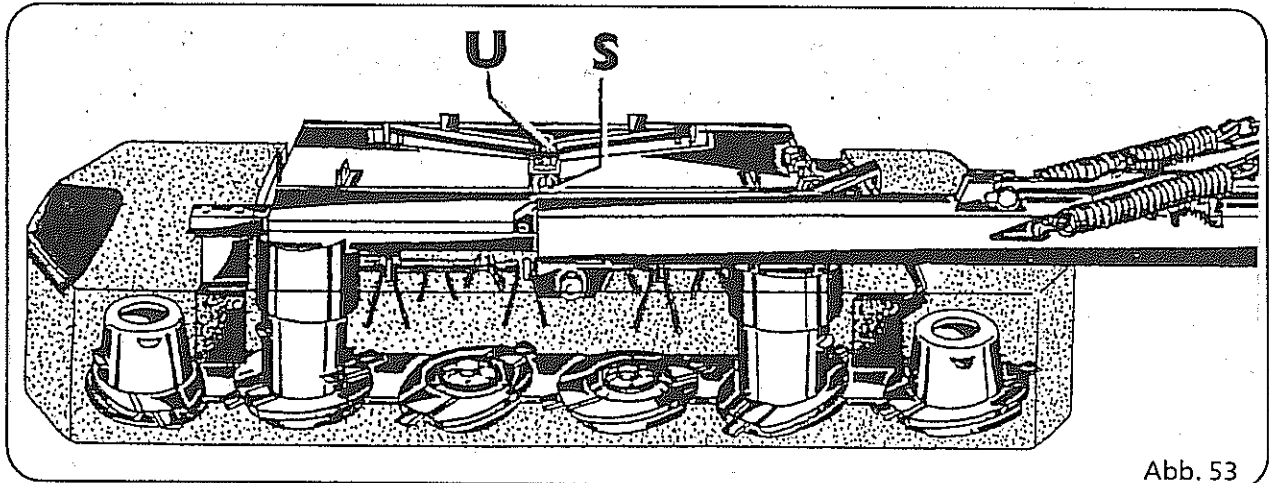

Abb. 53
- Kontermutter (Abb. 53, und 54, Pos. U) lösen.
- Knickzettergehäuse durch Drehen der Spindel mit Sechskantschlüssel (Abb. 53 und 54, Pos. S) nach oben schwenken.